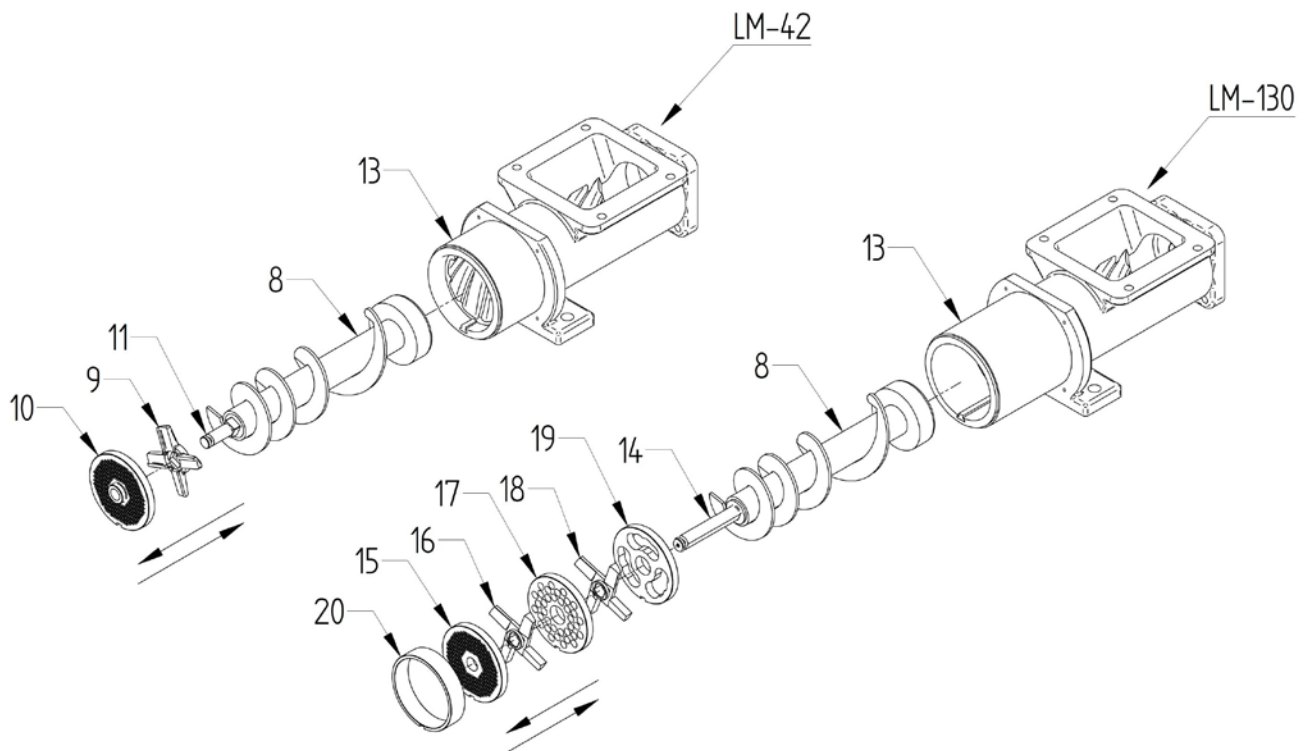

Рисунок 5
2. Снимите шайбу (Рисунок 5, № 20).
2. Снимите решетку (Рисунок 5, № 10) с штифта (№ 11).
2. Снимите решетку (Рисунок 5, № 15) с штифта (№ 14).